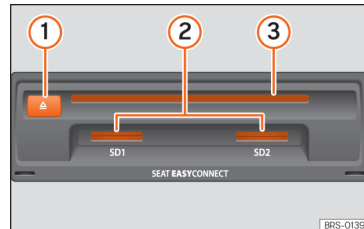

Fig. 198 Fessure per supporti elettronici nel cassetto portaoggetti.
• Inserire il CD o DVD nell'apposito alloggiamento »» fig. 198 (3), con il lato stampato rivolto verso l'alto, fino al punto in cui scatta il meccanismo di auto-introduzione.
Inserire la scheda di memoria compatibile con l'angolo smussato in avanti e i contatti verso il basso nello slot »» fig. 198 (2) o »» fig. 173 (9) fino allo scatto.